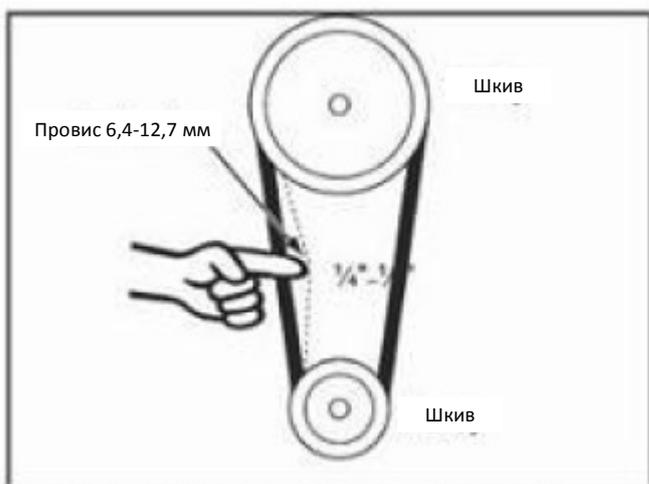

Рис. 27. Проверка натяжения клиновых ремней
7. Рукояткой натяжения ремней отрегулировать натяжение клиновых ремней так, чтобы при нажатии на ремень с приложением умеренного усилия его провис составлял приблизительно 6,4-12,7 мм, как показано на рис. 27. Примечание: через 16 часов наработки произвести натяжение ремней, так как за это время они растягиваются и усаживаются в ручьях шкивов.